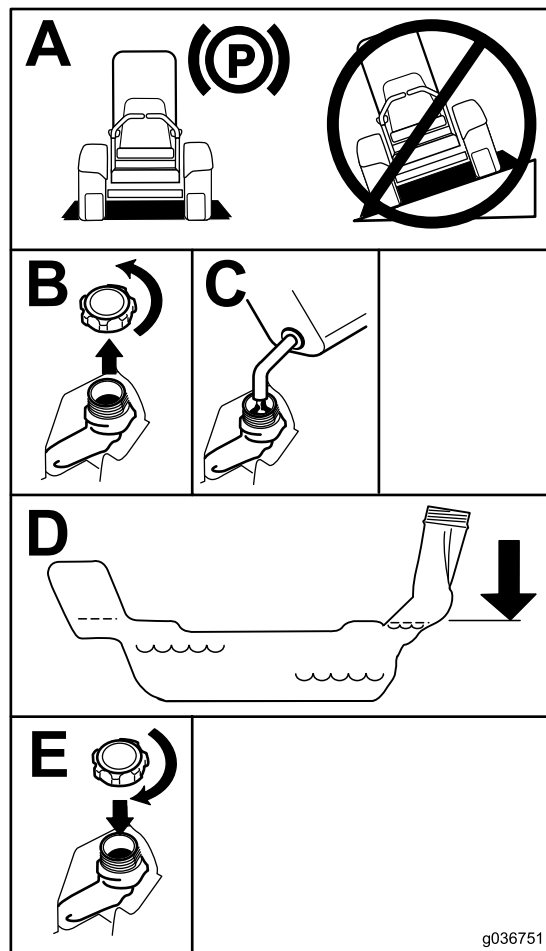

Figura 9
5. Llene el depósito de combustible hasta que en el indicador de combustible se vea la marca Lleno (Figura 9).